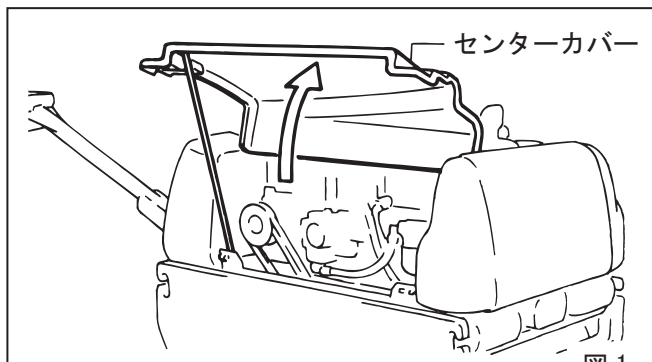

図1
**⚠ 注意** エンジンを停止した状態で点検してください。センターカバーを開き、支持棒でささえ、支持棒の先端をベースの穴に入れて固定します。(図1、2)